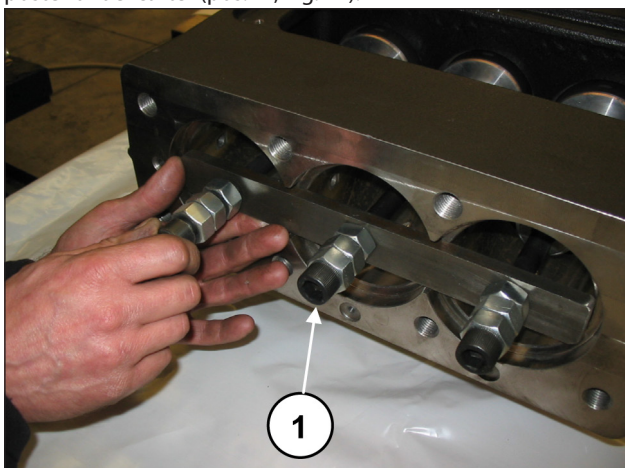
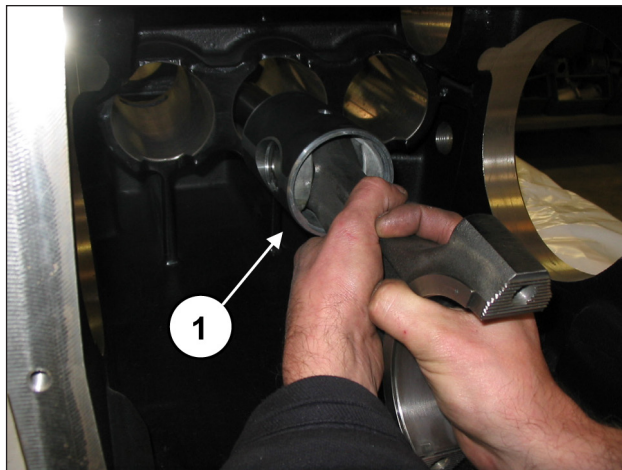
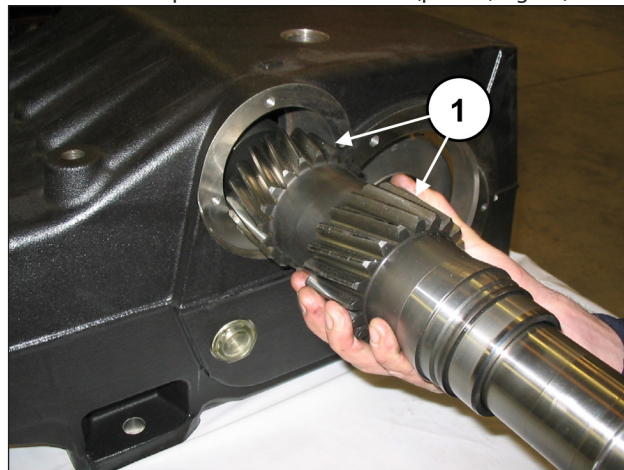

Fig. 41
Fig. 42
Fig. 56
Aflojar los tornillos de la herramienta cód. 27566200 para desbloquear las bielas (pos. ①, Fig. 41) y, a continuación, extraer los grupos biela-guía del pistón por la abertura posterior del cárter (pos. ①, Fig. 42).
Comprobar que el cárter esté limpio e introducir el grupo semibiela-guía pistón dentro de las levas del cárter (pos. ①, Fig. 42).
Bloquear los tres grupos con la herramienta cód. 27566200, (pos. ①, Fig. 41).
Desmontar la herramienta que bloquea las bielas cód. 27566200, (pos. ①, Fig. 41) y deslizar las bielas hacia atrás hasta que hagan tope en el eje acodado. Introducir el eje PTO premontado dentro del cárter (pos. ①, Fig. 56) desde la parte opuesta a la que se han premontado la anilla externa del cojinete y el casquillo de lubricación de los cojinetes.
Introducir el eje acodado PTO en el cárter de manera que los dientes estén orientados como se indica en la Fig. 56.